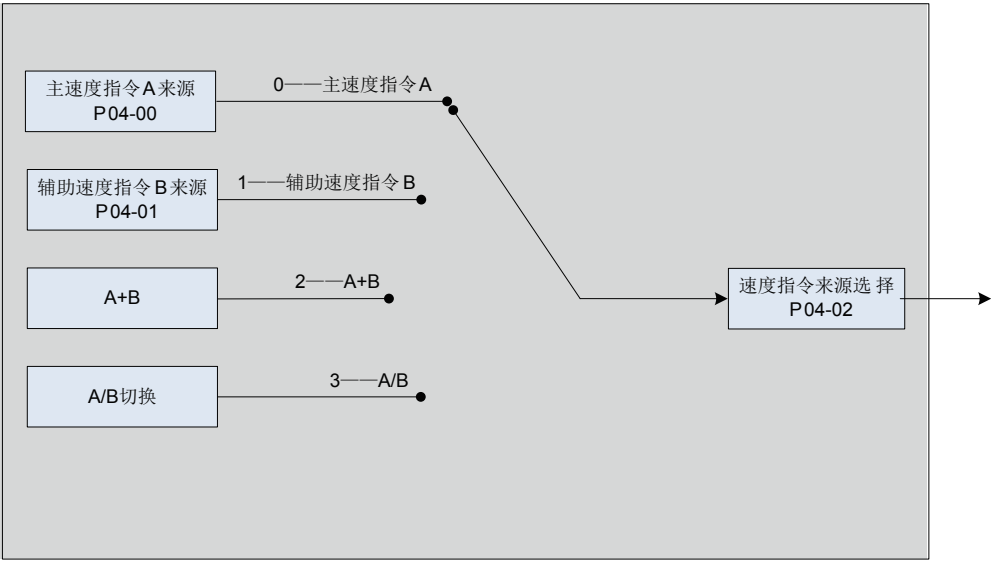

图 6-65 速度指令来源图
- 未经处理的模拟通道输出电压如图 6-65 y_1 所示，经伺服驱动器内部处理后，最终得到速度指令 y_6 。